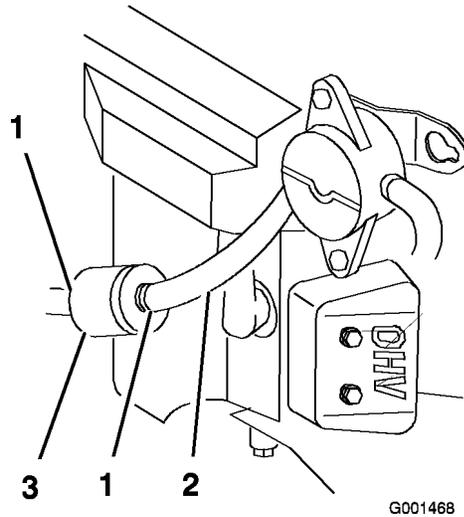

Figura 38
5. Cierre la válvula de cierre de combustible (Figura 38)
6. Apriete los extremos de las abrazaderas y deslícelas por el tubo alejándolas del filtro (Figura 38).
8. Instale un filtro nuevo y acerque las abrazaderas al filtro (Figura 38).
3. Cierre la válvula de cierre de combustible (Figura 38)
4. Afloje la abrazadera cerca del filtro de combustible y deslícela por el tubo, alejándola del filtro de combustible (Figura 38).
5. Desconecte el tubo de combustible del filtro de combustible (Figura 38).
Nota: Deje fluir la gasolina a una lata u otro recipiente apropiado (Figura 38).
7. Instale el tubo de combustible en el filtro de combustible. Acerque la abrazadera al filtro de combustible para fijar el tubo de combustible (Figura 38).